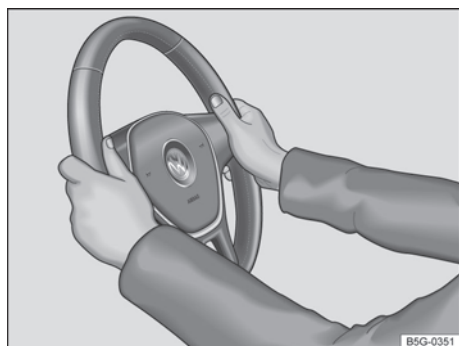

Fig. 64 No volante: posição 9 e 3 horas.
- Ajustar a posição do volante de forma que possa segurá-lo lateralmente pela borda externa nas posições de 9h e 3h → Fig. 64 com ambas as mãos e os braços ligeiramente dobrados.
- Durante a condução, sempre segurar o volante com ambas as mãos lateralmente na borda externa nas posições de 9h e 3h → Fig. 64, para reduzir ferimentos causados por um acionamento do airbag frontal do condutor.